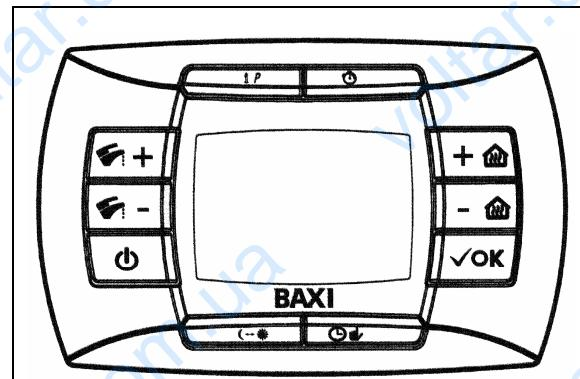

Рис.15
- нажать и держать нажатой кнопку **①** и затем нажать **④** (см. рис.15).